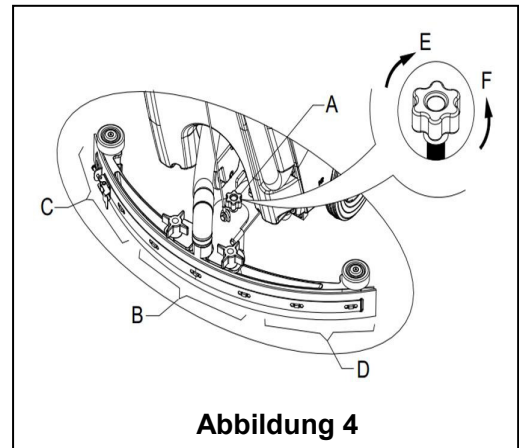

Abbildung 4
9. Installieren Sie die Saugleiste und drehen Sie sie mit dem Griff fest (16). Schließen Sie dann den Saugschlauch (11) an die Saugleiste an.
10. Passen Sie die Saugleiste durch den Einstellgriff (A) an (siehe **Abbildung 4**).